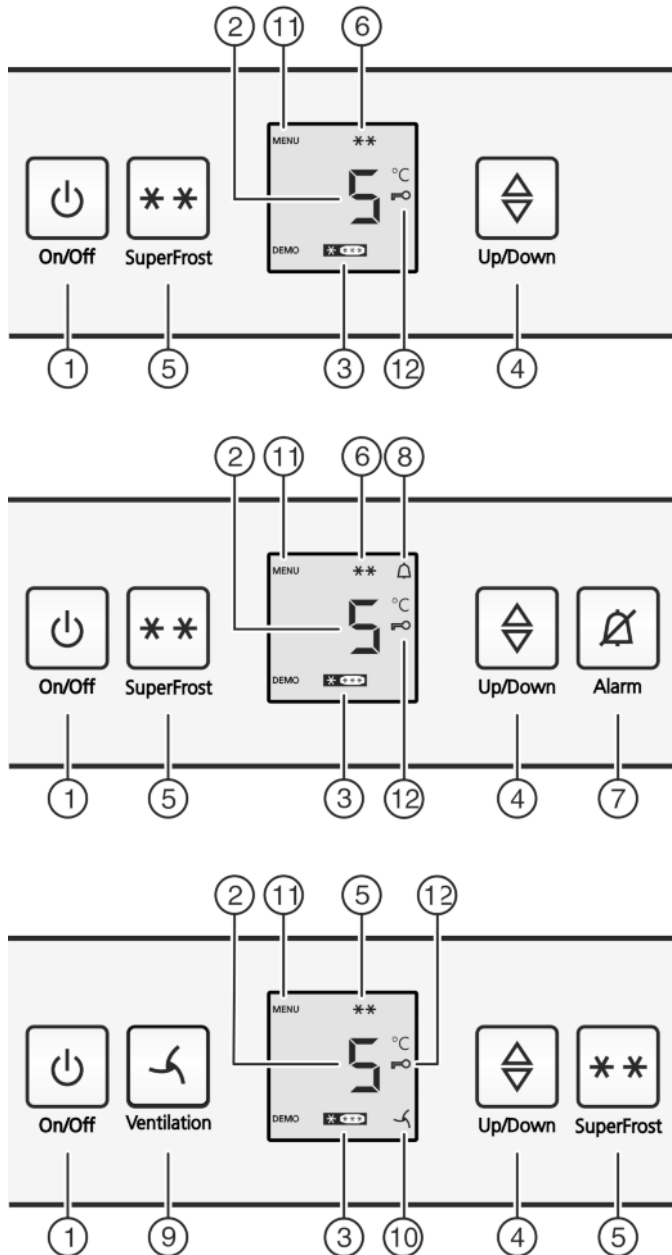

Fig. 2
- ▶ Taste On/Off Fig. 2 (1) drücken.
- ▶ Einstellmodus aktivieren: Taste SuperFrost Fig. 2 (5) ca. 5 Sekunden drücken.
- ▷ In der Anzeige wird das Symbol Menu Fig. 2 (11) angezeigt.
- ▶ Mit der Taste SuperFrost Fig. 2 (5) kurz bestätigen.
- ▷ Das Symbol Kindersicherung Fig. 2 (12) leuchtet in der Anzeige.
- ▶ Die Taste On/Off Fig. 2 (1) kurz drücken.
- ▷ Das Symbol Kindersicherung Fig. 2 (12) erlischt.
- ▶ Taste Alarm *Fig. 2 (7)* drücken.
Gleichzeitig blinkt die Temperaturanzeige und das Symbol Alarm *Fig. 2 (8)*.
Der Tonwarner verstummt automatisch, das Symbol Alarm *Fig. 2 (8)* geht aus und die Temperaturanzeige hört auf zu blinken, wenn die Temperatur wieder ausreichend kalt ist.
- ▶ Temperaturfunktion aufrufen: Die Einstelltaste *Fig. 2 (4)* drücken.
- ▶ Temperatur in 1 °C -Schritten ändern: Einstelltaste *Fig. 2 (4)* so oft drücken, bis die gewünschte Temperatur in der Temperaturanzeige leuchtet.